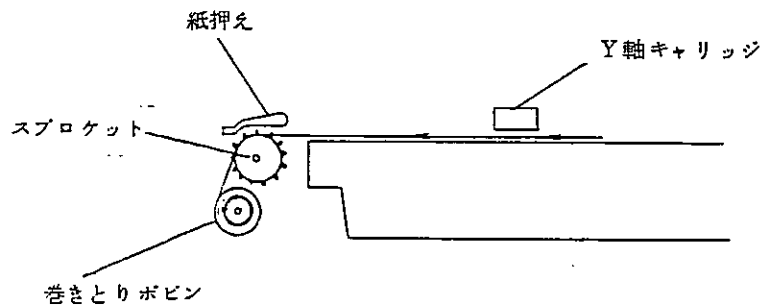

図4. ロール紙のまきつけ方
- ① 1項で装着した記録紙を引きだして、吸着板の上を通し、図4に示すように紙押えの下を通してください。
- ② 巻きとりボbinを、巻きとりフランジにとりつけます。
- ③ 次にスプロケットのピン（記録紙送りピン）に記録紙送り孔を合せ、記録紙の先端を巻きとりボbinのハترون紙にはさみ込んで巻付けます。
- ④ チャート送り速度を60 cm/minとしSTARTスイッチを押して少し巻きとりボbinに記録紙を巻付けてから、測定を開始して下さい。